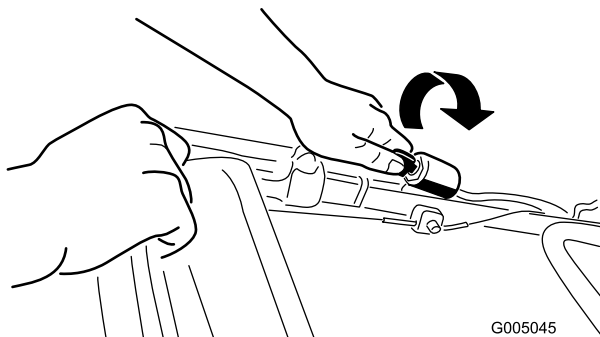
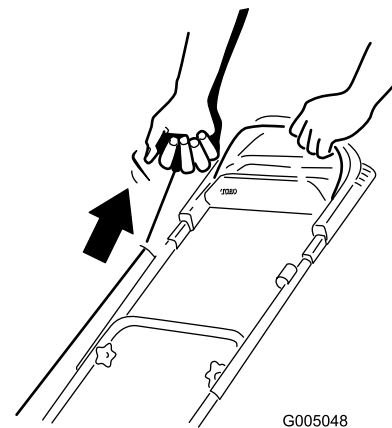

Figure 15
Figure 16
2. Tournez la clé de contact (Figure 15) (modèles 20656 uniquement) ou tirez la poignée du lanceur (Figure 16).